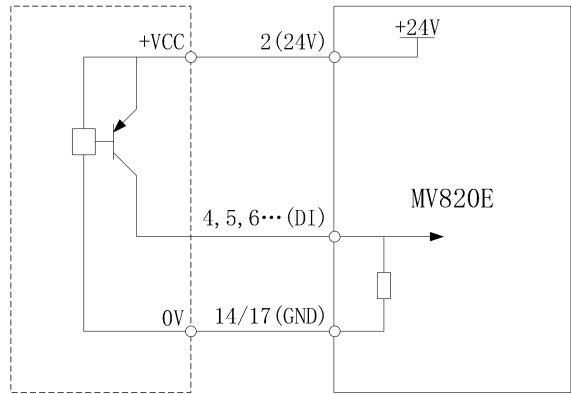

图 4-14 使用内部电源的 PNP 连接方式
② 使用变频器内部电源, 外部控制器为 PNP 型的共发射极输出, 接线方式如图 4-14 所示。